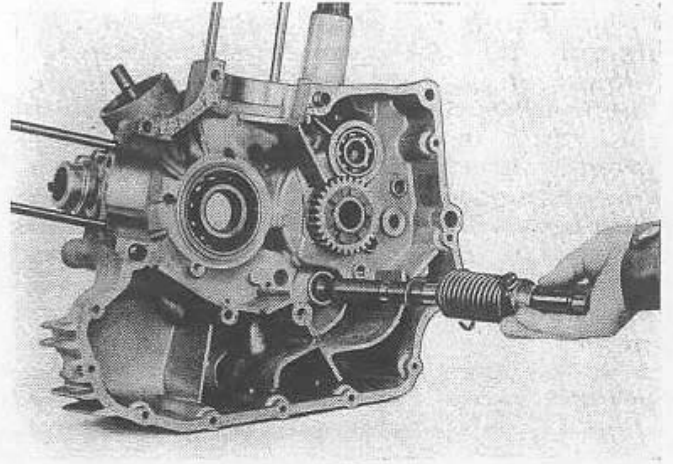

Fig. 67
**MONTAGGIO ALBERO AVVIAMENTO** (vedi fig. 67).
**FITTING THE STARTER SHAFT** (see fig. 67).